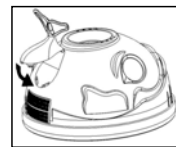

Ilustración 3
1. **Instalación de la cola** – Insertar la lengüeta de la parte superior de la cola en su orificio correspondiente del cuerpo del limpiafondos. Girar la parte inferior de la cola hacia abajo. Alinear las dos (2) lengüetas con los orificios correspondientes. Aplicar una presión hacia adelante hasta que la cola se bloquee firmemente en su sitio. (Ver ilustración 3)